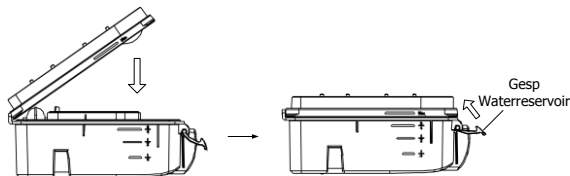

Fig. 5-6
(3) Montage van het waterreservoir: Voeg de twee delen van het waterreservoir samen zoals in Fig. 5-6. Druk hard totdat ze vastklikken.